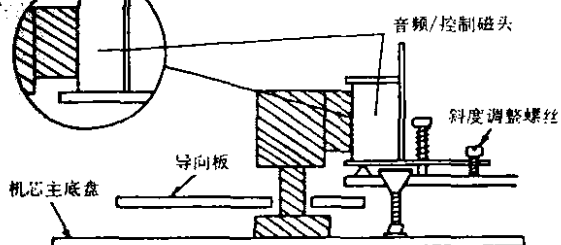

图1-19
2. 用十字螺丝刀松开紧固螺丝②。
3. 用十字螺丝刀松卸角度调整螺丝⑤(3P+8S)。
4. 用十字螺丝刀松卸音频/控制磁头螺丝④。此时, 应注意压于音频/控制磁头螺丝④和音频/控制磁头组件①间的弹簧⑦弹出。
6. 将音频/控制磁头臂及磁头板装接于磁头组件①上, 并保持两者的相互平行。
7. 按图1-19所示, 调整磁头斜度。
9. 将装置设定于无载状态。按图1-18和图1-19所示, 把音频/控制磁头斜度调整工具搁置于机构机芯主底盘上。然后用专用六角扳手(1.5mm JiGHW0015)慢
2. 按图1-19要求调整音频/控制磁头的倾斜度。